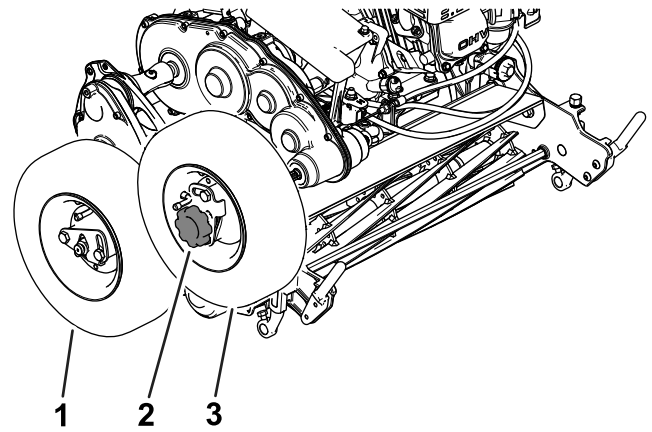

Bild 11
3. Montieren Sie die Transporträder auf die Welle des rechten Rads und die Antriebsnabe; siehe Bild 11.
5. Bauen Sie das Handrad über dem Rad auf die Antriebsnabe (Bild 11).